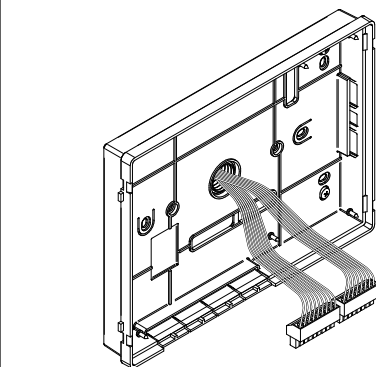
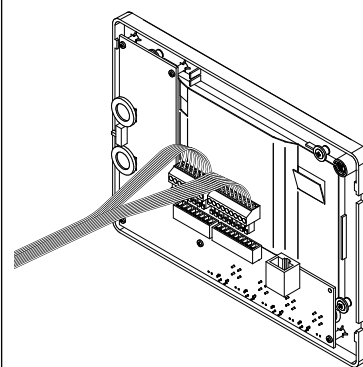

Fig. 5
Fig. 6
5. Come mostrato in Fig. 5, eseguire il collegamento dei conduttori alle morsettiere mobili secondo lo schema fornito a corredo. Connettere le morsettiere all'elettronica ancorata al coperchio del videocitofono come mostrato in Fig. 6. e procedere al test dell'impianto prima di chiudere il videocitofono: i trimmer di regolazione del contrasto e saturazione immagine sono accessibili solo a videocitofono aperto. Per attivare il display e vedere i cambiamenti usare la funzione "Auto-accensione" premendo il pulsante . **N.B. durante il collaudo è necessario sostenere manualmente il peso del coperchio.**